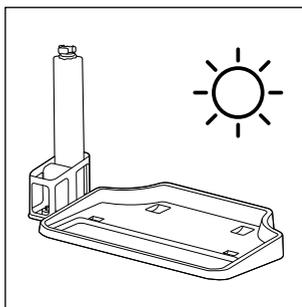

Fig. 38
- ◆ De asemenea, puteți așeza rola perie **6** pentru a se usca în poziție verticală în suportul de perie **5** de la stația de parcare și curățare (a se vedea fig. 38).